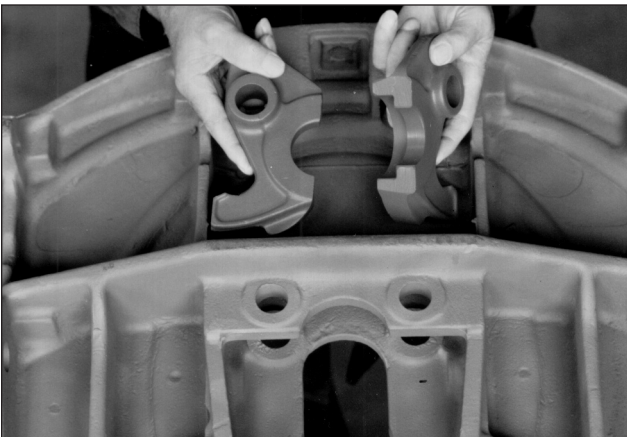

FIGURA 1
1. Antes de instalar las bocas de los cerrojos (Item 1), lubrique los agujeros del cerrojo (A) con Never-Seez. NO ADMITA SUBSTITUCIONES.
2. Coloque las bocas de los cerrojos en la chapa superior con el ánima de 27/8" dirigida hacia la cara de la chapa superior (V. Figura 1).